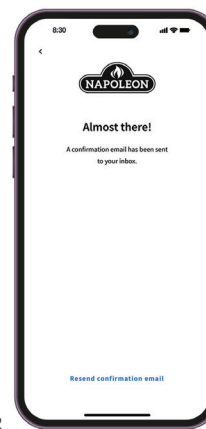

Fig. 3
4. De informatie die in Stap 2 is ingevoerd, wordt geregistreerd bij de **Napoleon Home App** en een bevestiging wordt gestuurd naar het opgegeven e-mailadres. (Fig. 3)